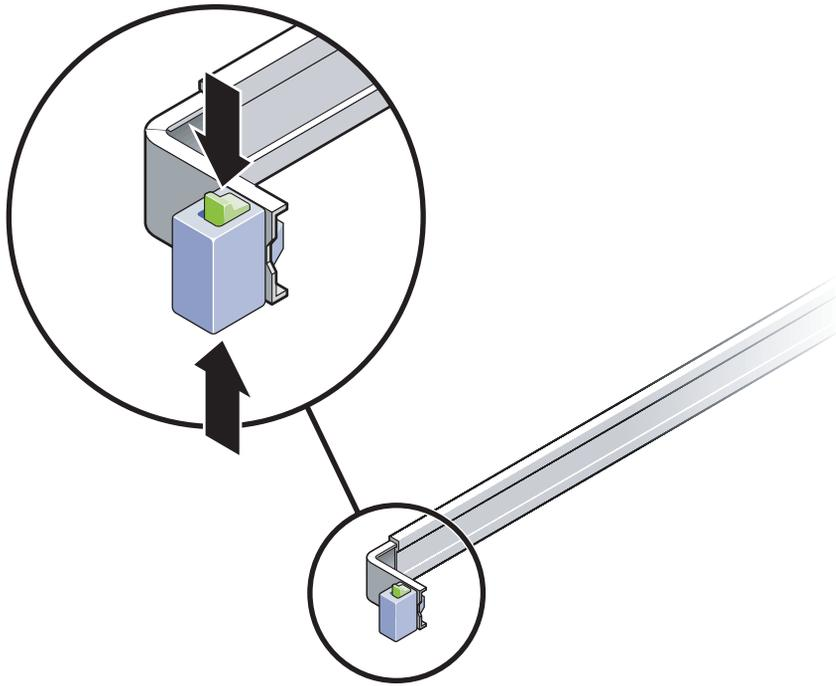

FIGURE 2-22 Déblocage de l'assemblage de rails coulissants
2. Débloquez les boutons de verrouillage du coulissement (FIGURE 2-22) aux extrémités droite et gauche du châssis du serveur, et faites sortir lentement le serveur du rack jusqu'à ce que les rails coulissants arrivent en fin de course.